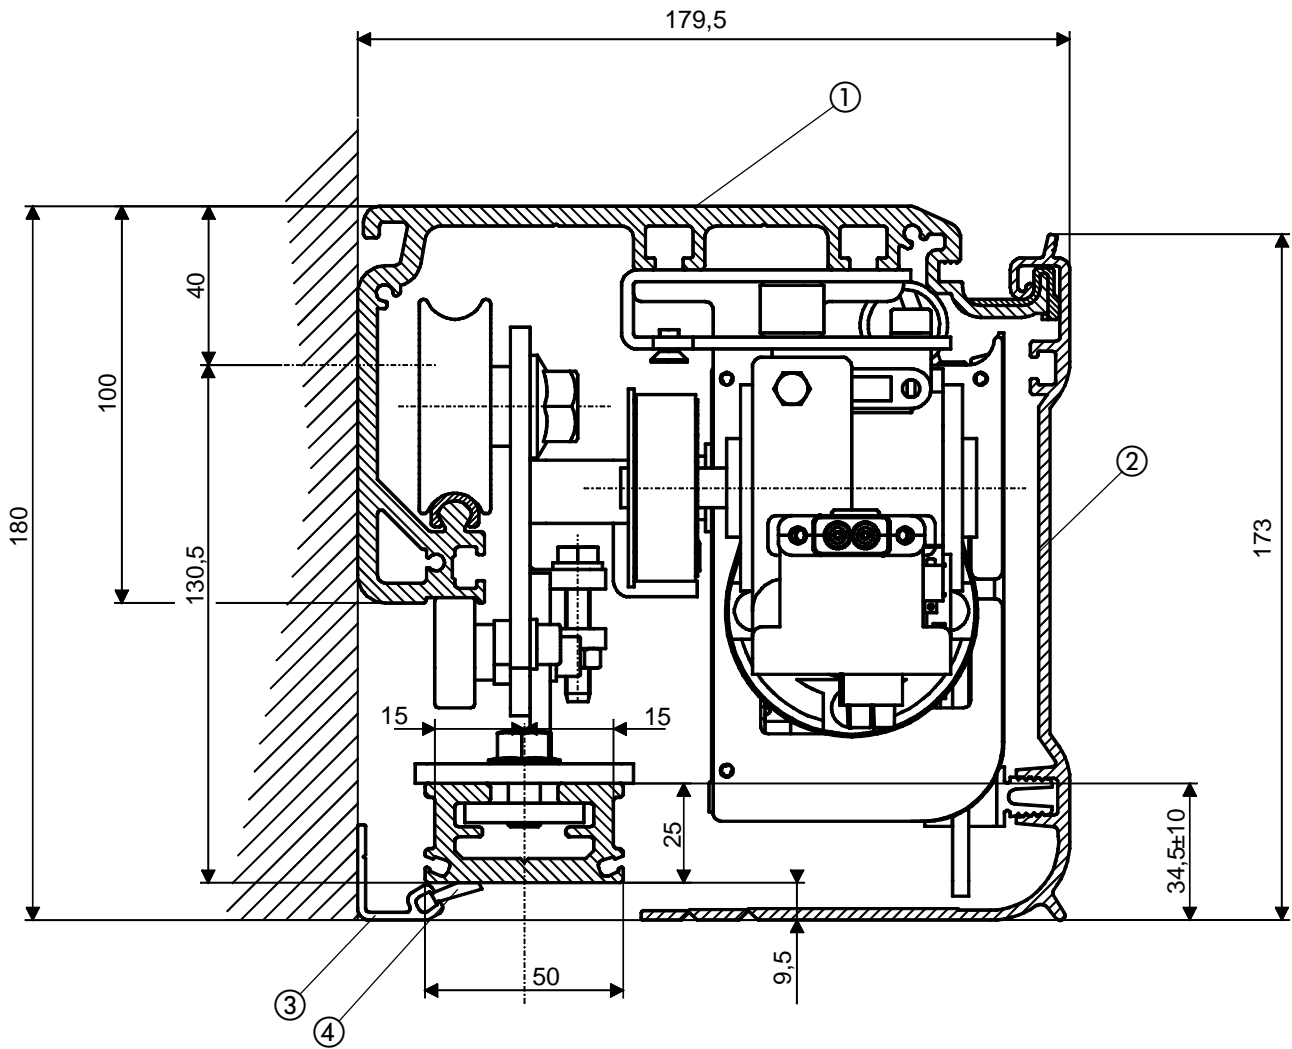

Fig. 2
### Profilé SM (fig.2 réf. ①)
#### Capot frontal (fig. 2 réf. ②)
#### Profilé de fermeture (fig. 2 réf. ③)
#### Brosse pour profilés de fermeture (fig. 2 réf. ④)